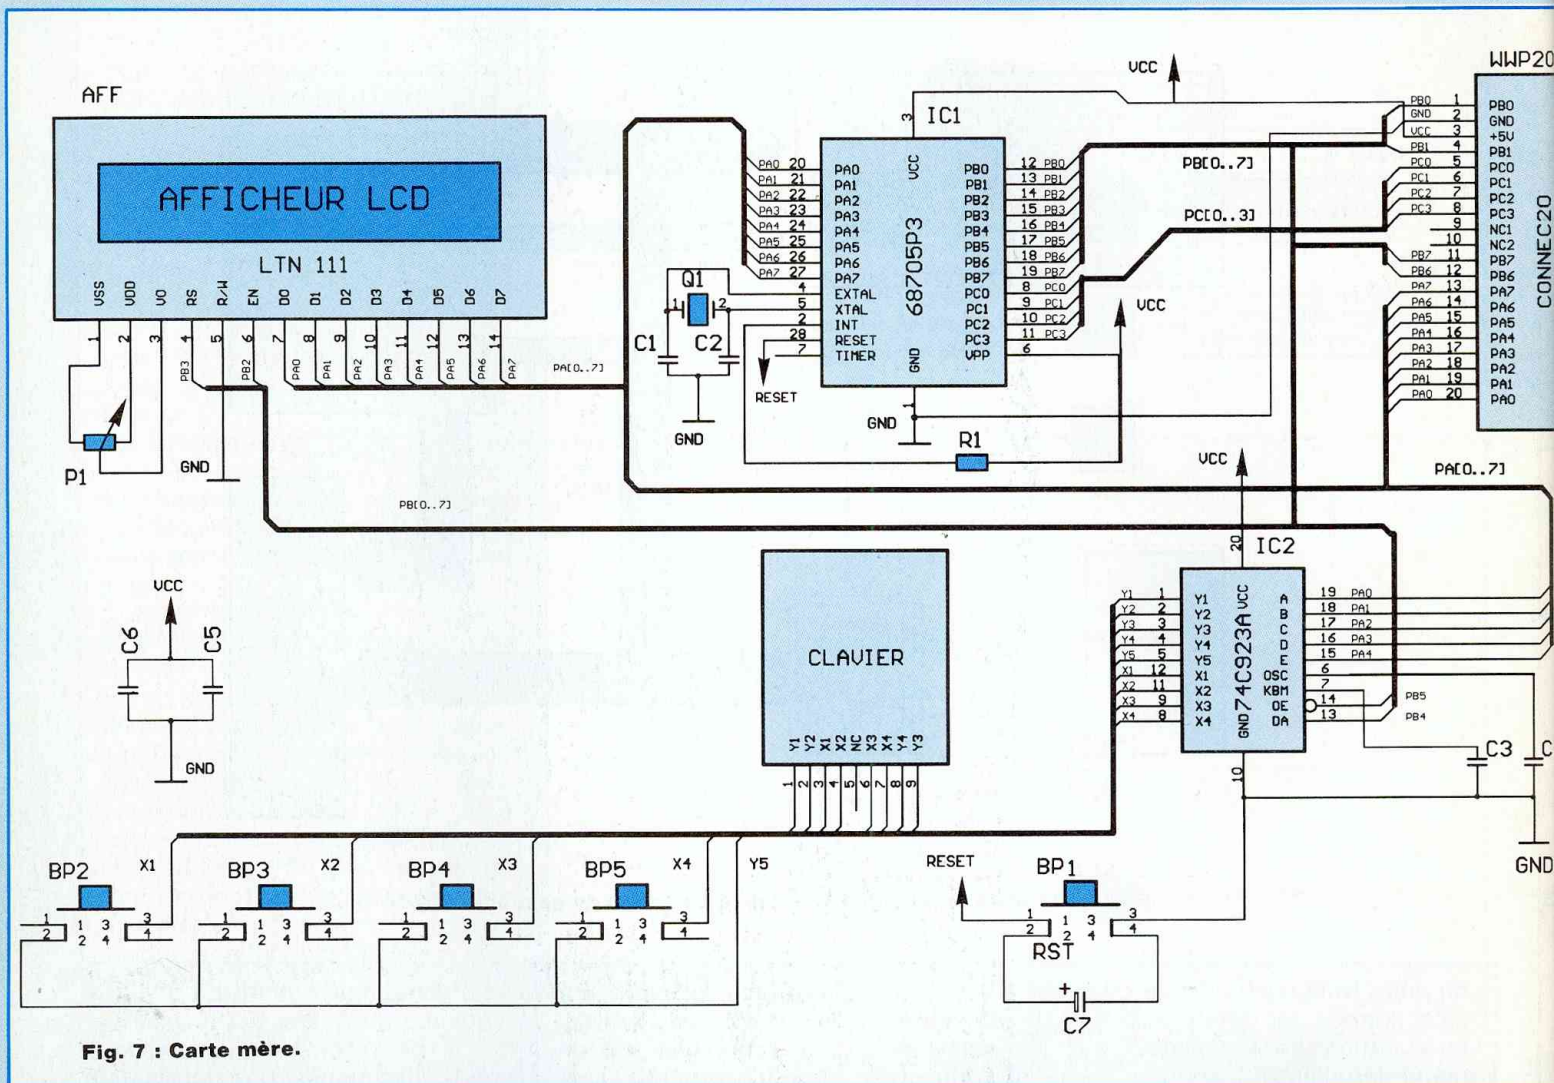

Fig. 7 : Carte mère.
Le schéma structurel du montage est indiqué en figure 7. L'horloge du 68705 est cadencée par un quartz de 4 MHz, ce qui correspond à un
Sur le schéma de la figure 7, vous remarquerez que l'afficheur possède un port de données de 8 bits (DO à D7), 3 bits de contrôle (R/W, RS et EN), une entrée de réglage de contraste (VO) et bien sûr deux broches d'alimentation. Voyons cela de plus près.